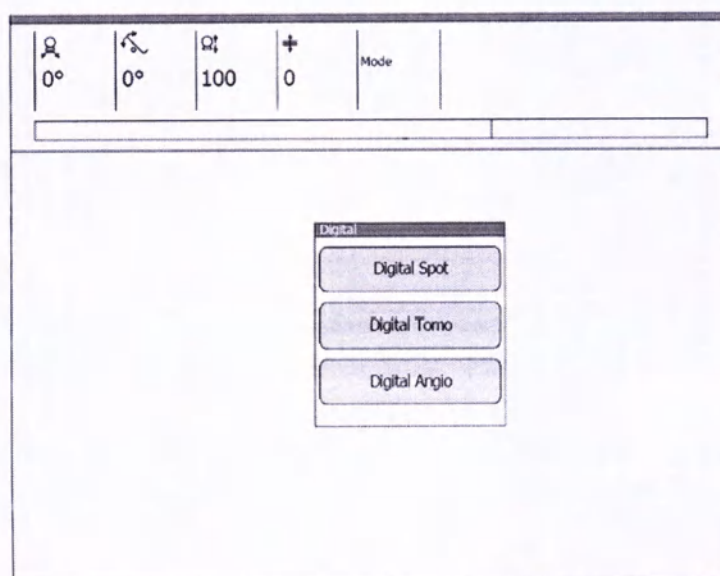

Рисунок 2.1 – Дисплей сенсорного экрана в цифровом режиме
- а) цифровой – работа с цифровым приемником рентгеновского излучения (Рисунок 2.1);